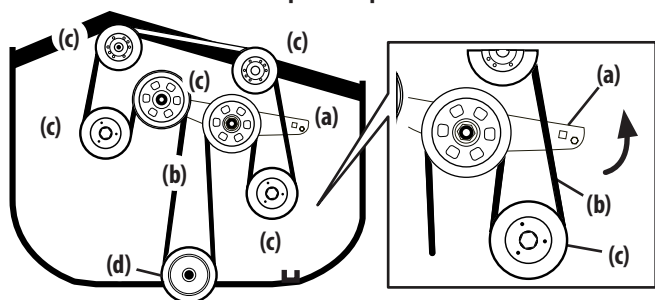

Figure 35
- À l'aide d'une clé de 1/2 po (12,7 mm) dans le support de poulie de tension (a), tournez la clé vers l'avant de la tondeuse et faites glisser la courroie de PDF (b) hors des poulies du plateau de coupe (c) et de l'embrayage de PDF (d) (Figure 35).